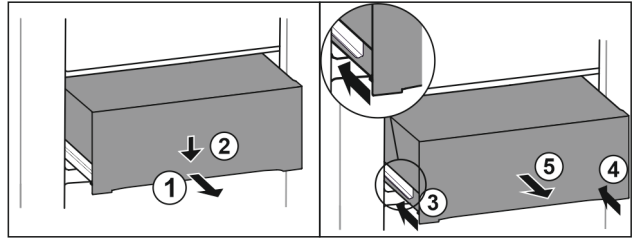

Fig. 105
- ▶ Extraiga el cajón hasta la mitad. Fig. 105 (1)
- ▶ Presionar hacia abajo el cajón de la parte delantera. Fig. 105 (2)
- ▶ Introducir el carril izquierdo unos 2 cm. Fig. 105 (3)
- ▶ Introducir el carril derecho unos 2 cm. Fig. 105 (4)
- ▶ Extraiga el cajón hacia delante. Fig. 105 (5)